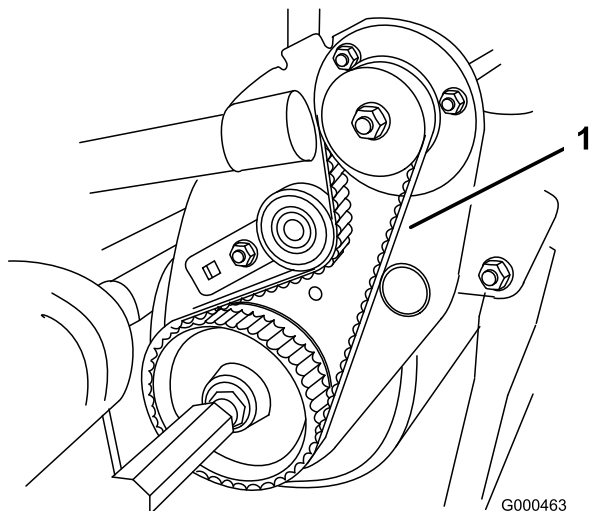

図 45
2. プーリ間の中央でベルト（図 45）を指で押して点検する。押す力は $1.8 \pm 0.5$  kg程度。4.8~7.9 mm 程度のたわみが出るのが適正である。たわみの量が適正でない場合は以下の手順へ進む。